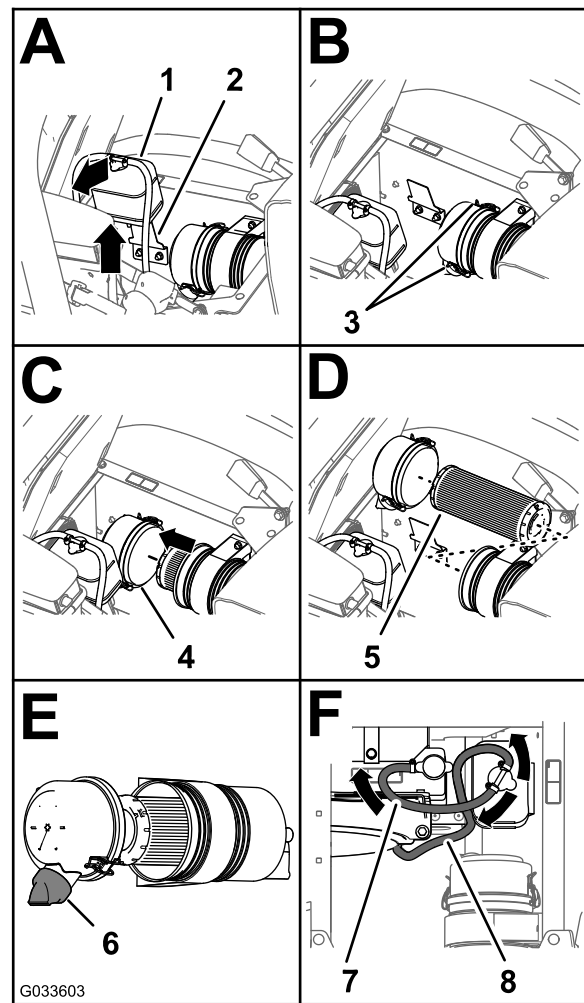

Bild 68
- Heben Sie den Kühlmittelüberlaufbehälter hoch und von der Behälterstützhalterung ab (Bild 68).
- Lösen Sie die zwei Riegel, mit denen der Staubdeckel am Luftfiltergehäuse befestigt ist (Bild 68).
- Wischen Sie die Innenseite des Staubdeckels, des Luftfiltergehäuses und des Staubventils mit einem feuchten Lappen ab (Bild 67 und Bild 68).
- Setzen Sie den neuen Luftfiltereinsatz in das Luftfiltergehäuse ein (Bild 68).
8. Setzen Sie die Abdeckung auf das Luftfiltergehäuse und befestigen die Abdeckung mit den zwei Riegeln (Bild 68).
Hinweis: Stellen Sie sicher, dass das Staubventil zwischen der 5-Uhr- und 7-Uhr-Stellung ist (aus Sicht vom Ende) (Bild 68).
9. Fluchten Sie den Kühlmittelüberlaufbehälter mit der Behälterstützstange aus und setzen den Behälter fest ein (Bild 68).